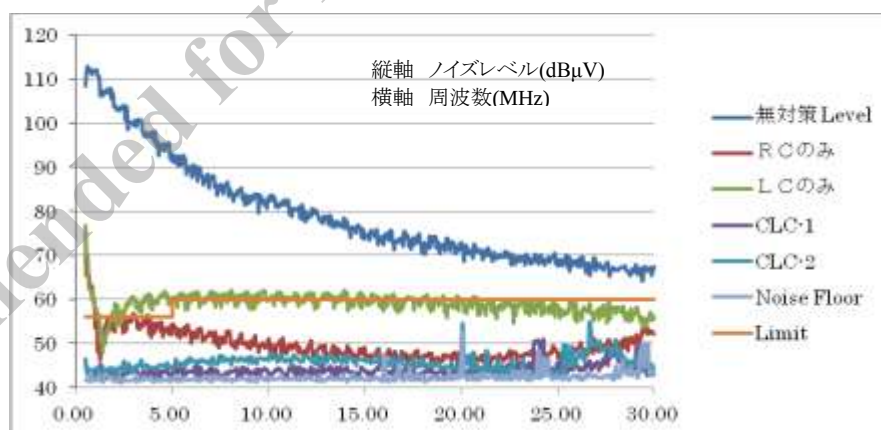
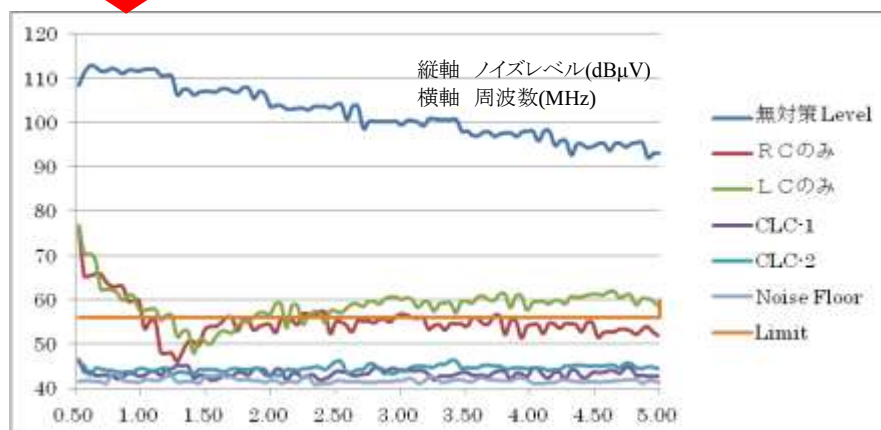

図 10-13 雑音端子電圧(参考実測値)
図 10-14 5MHz 以下領域拡大
表 10-4 の水準に示す L、C、R の組合せによる雑音端子電圧測定結果の変化を、参考として、図 10-13、図 10-14 に示します。
- 図 10-13 より、ノイズフィルタを接続していない C_{IN} のみ(ノイズ無対策)の場合、ノイズは全帯域で高くなっています。
- R と C_{IN} 、または L と C_{IN} のフィルタを追加すると、ノイズレベルは低下しますが、図 10-14 の拡大図より、1MHz 以下の領域でノイズが大きくなっています。